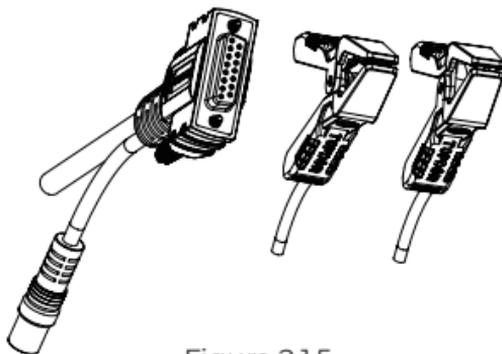

Figura 2.1.5
10. Cavo di prova della batteria con connettore DB15 femmina e morsetti della batteria. (Vedi Figura 2.1.5)